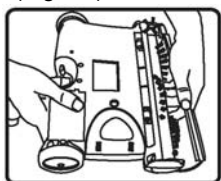

Fig. 10
3. Quite la cubierta del cepillo. (Fig. 10). (Vea la página 15 por instrucciones detalladas).
1. Quite la cubierta del cepillo. (Fig. 10)
11. Vuelva a colocar la cubierta del cepillo (Fig. 10).